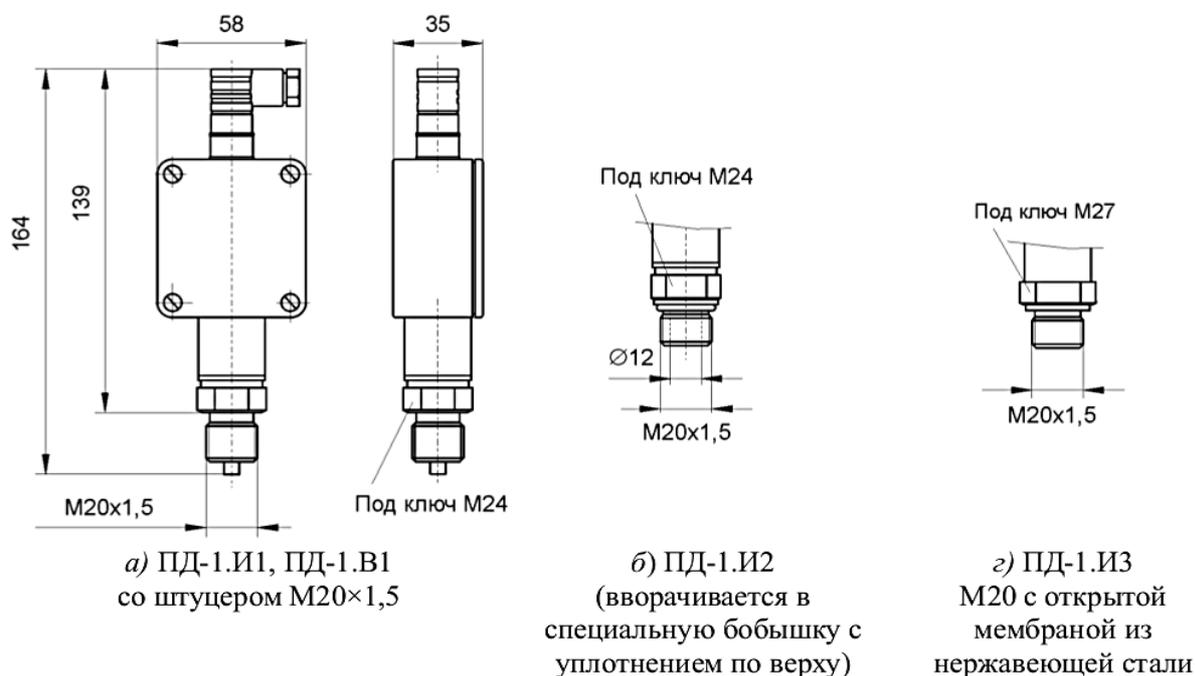
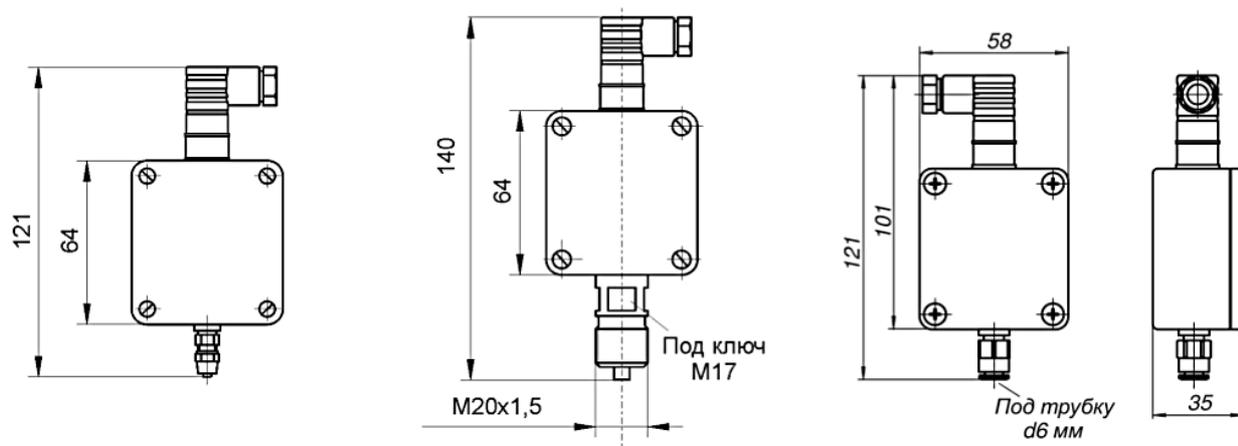
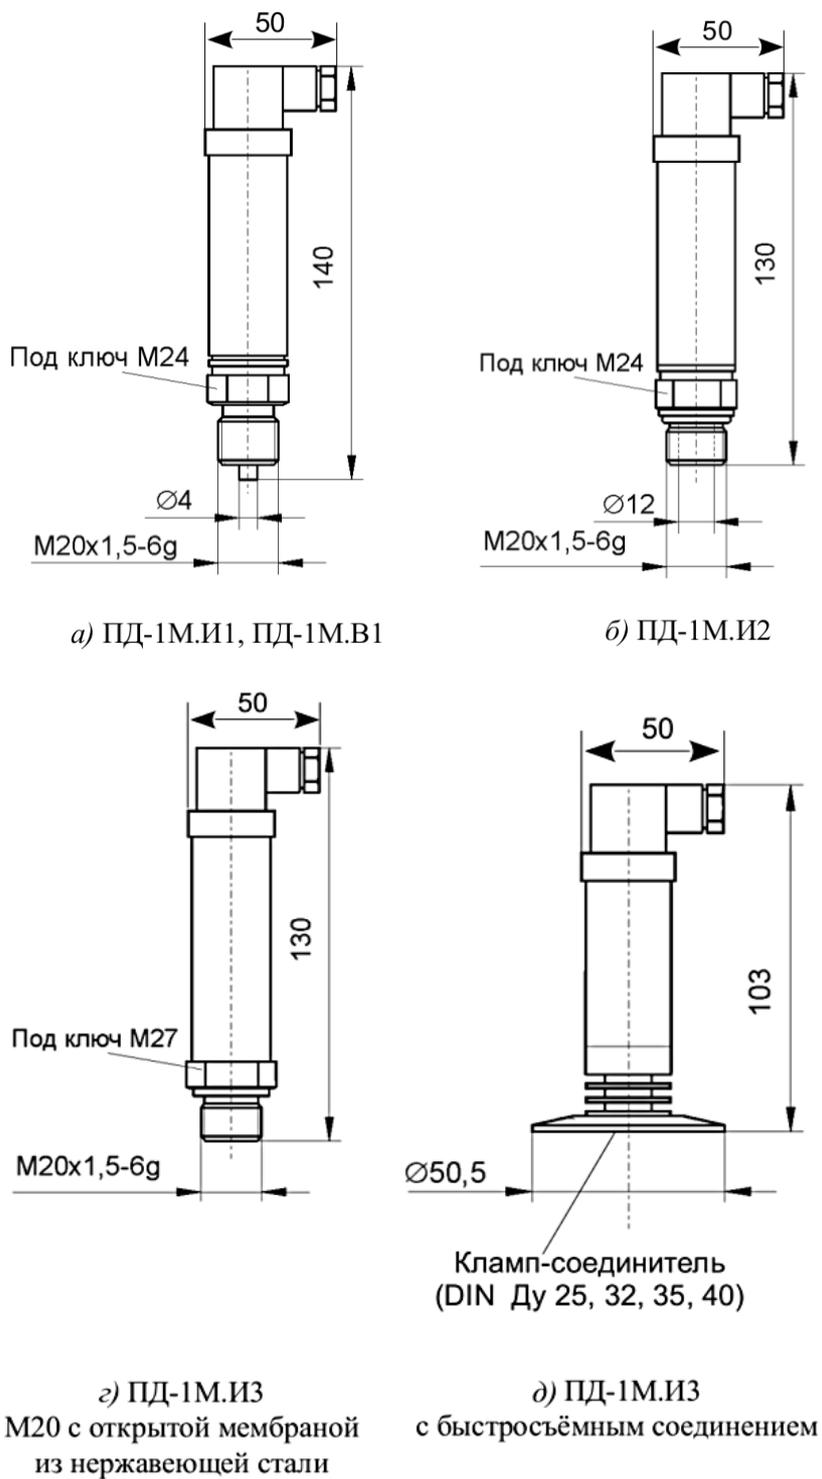

Рисунок 1 - Модификации преобразователя модели 2110 (ПД-1)
Рисунок 2 - Модификации преобразователя модели 2130 [ПД-1.Н1(Т1,ТН1)]
Рисунок 3 - Модификации преобразователя моделей 2120 (ПД-1М)
**М** — штуцер с метрической резьбой М20×1,5 с трубкой (Рисунок 1,а; Рисунок 2,б; Рисунок 3,а)
**МВ** — штуцер М20×1,5 с верхним уплотнением (Рисунок 1,б)
**ММ** — штуцер М20×1,5 с открытой мембраной (Рисунок 1,в; Рисунок 3,з)
**НГ** — штуцер под трубку 6/4 с накидной гайкой (Рисунок 2,а) [только в прямоугольном корпусе]
**БС** — штуцер под трубку 6/4 быстросъёмный (Рисунок 2,в) [только для И1 и Н1 в прямоугольном корпусе]
**КЛ** — штуцер Ø50,5 мм под кламп-соединитель (Рисунок 3,д) [только для И3 в цилиндрическом корпусе]
«ПД-1.ТН1.НГ.05.(-1...+1).ГП - Тягонапоромер с диапазоном преобразования (-1...+1) кПа, выходной сигнал (0...5) мА, входной штуцер под трубку 6/4 с накидной гайкой (Рисунок 2,а), госповерка. Принадлежности: комплект крепежа на трубу».
«ПД-1М.ИЗ.ММ.42.(0...600).К - преобразователь избыточного давления в цилиндрическом корпусе из алюминиевого сплава (Рисунок 3,з), диапазон преобразования от 0 до 600 кПа, выходной сигнал (4... 20) мА, входной штуцер М20×1,5 с открытой мембраной из нержавеющей стали, калибровка»